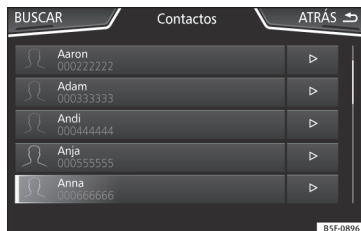

Fig. 190 Menú Contactos.
- Prema o botón de función **Buscar** >>> **fig. 190** para abrir a máscara de busca.
- Prema o botón de función **>** >>> **fig. 190** situado xunto á entrada na listaxe de contactos.